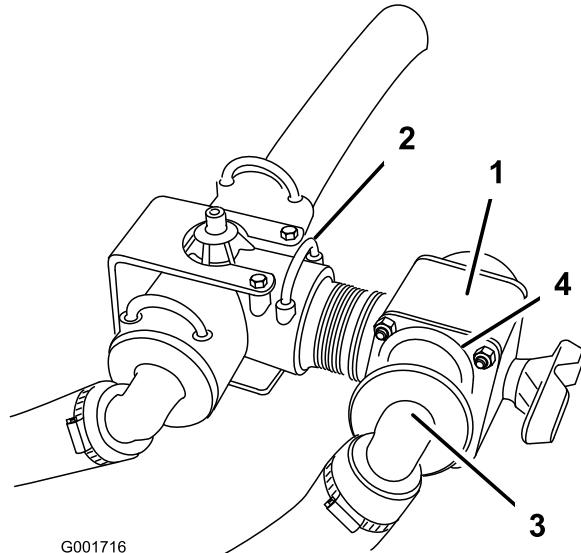

Bild 8
3. Setzen Sie das neue Regelventil in den offenen Port am Zufuhr-T-Anschluss ein und befestigen es mit einer Haltegabel (Bild 8).
4. Schließen Sie den Zufuhrschauch des Auslegers am offenen Port des Regelventils an und befestigen ihn mit der vorher entfernten Befestigung (Bild 8).